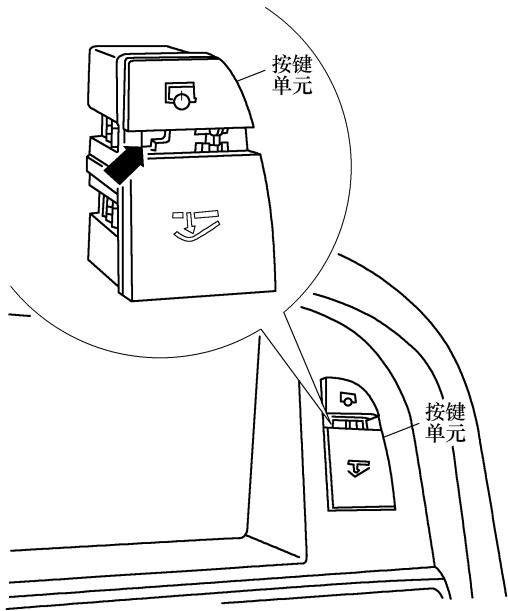

图 9-2-8 从组合仪表挡板中拉出按钮单元
(16) 如图 9-2-8 中箭头所示，将钩子 3438 挂入按键单元上的开口。将按键单元从组合仪表挡板中拉出，脱开电气插接器。